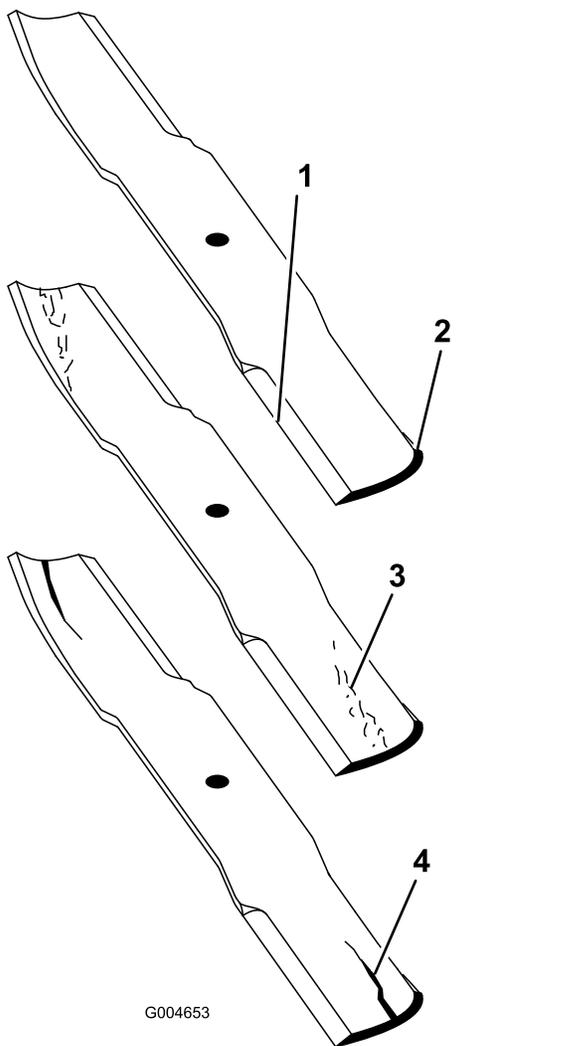

Рисунок 113
2. Осторожно проверьте режущие кромки ножей, особенно в точке соединения плоской и изогнутой частей ножа (Рисунок 113).
Примечание: Так как песок и абразивные материалы могут вызвать износ металла, соединяющего плоскую и изогнутую части ножа, проверьте нож перед использованием газонокосилки. В случае обнаружения износа (Рисунок 113) замените нож.